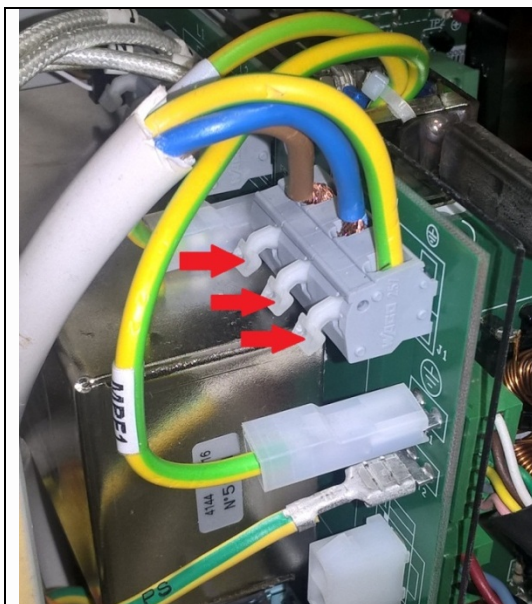

Fig. 5
7. Débranchez le câble d'alimentation en appuyant sur les leviers de dégagement des bornes (Fig. 5 & Fig. 6).